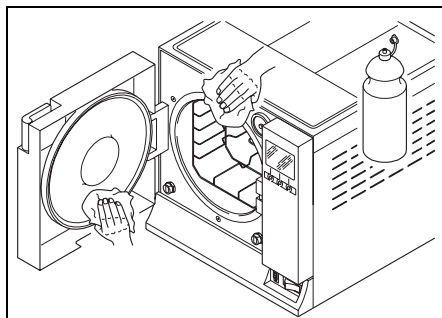

Рис. 10.2-3
Уплотнитель и дверцу следует чистить влажной тканью (Рис.10.2-3), смоченной водой или уксусом, чтобы устранить следы известкового налета. Обработка должна проводиться для предупреждения скопления грязи, которая может вызвать потерю давления стерилизационной камеры и разрыв прокладок.
2. Отвинтите черную выступающую пробку внизу справа на задней части оборудования (1 на Рис. 10.2.3-4).